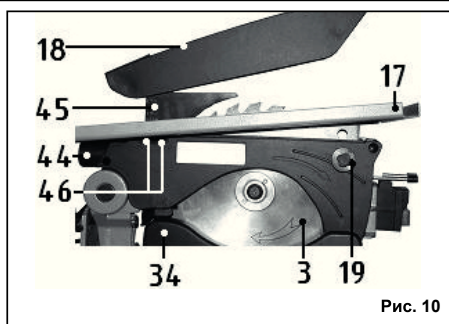

Рис. 10
9.6. Регулировка глубины пропила (Рис.10)